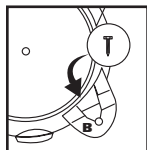

FIGURE 9
7. Fixez la patte de roulette au réservoir au moyen de la vis fournie. **FIGURE 9.**